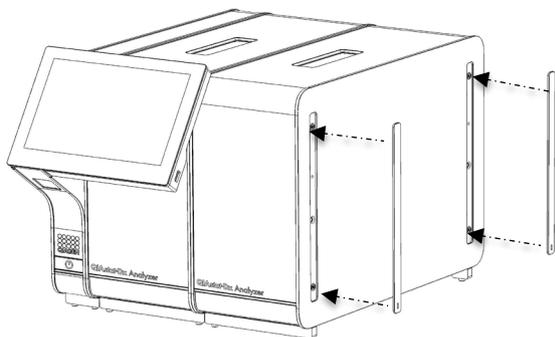

図 17. 追加の分析モジュールに保護カバーを再度取り付け。
5. 追加の分析モジュールの側面に保護カバーを再度取り付けます（図 17）。